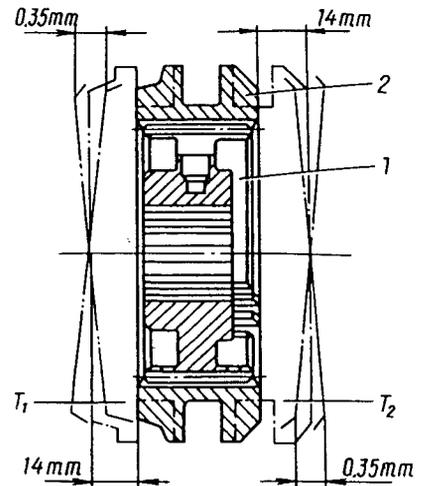

Bild 80. Komplettierung und Auswahl der Synchronisator Teile:
1. Lockerung des Sitzes an den Zentrierflächen infolge einer Abnutzung bzw. einer Quetschung der Teile	1. Teile auswechseln. Synchronkörper zur Muffe wie im Bild 80 gezeigt auswählen. Zahnrad des ersten Ganges nach der Hauptwelle mit minimalem Spiel bei leichter Verstellung auswählen